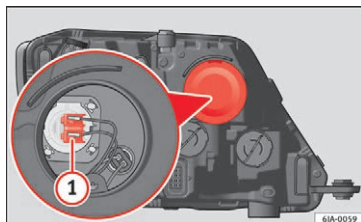

Fig. 89 Udskiftning af pære til fjernlys
- Træk stikket » **Fig. 89** **1** udad og af.